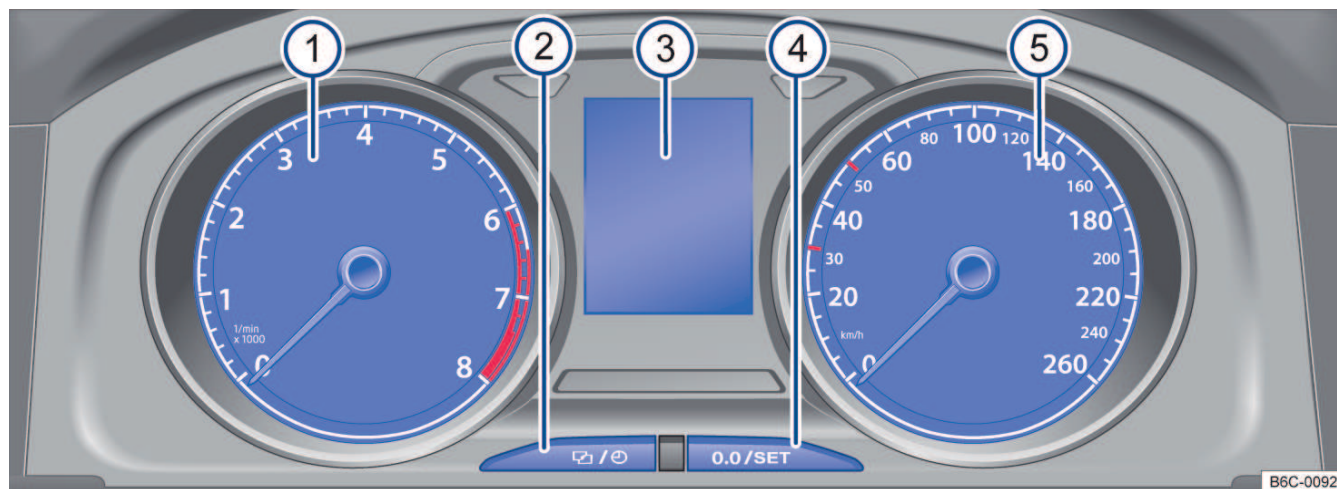
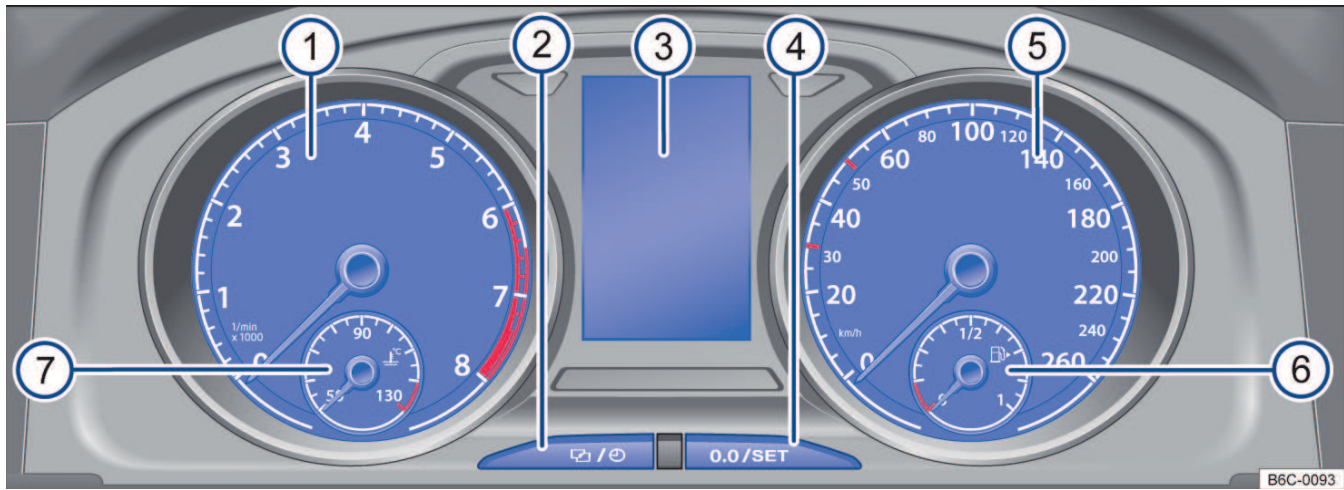

Fig. 9 Instrumento combinado no painel de instrumentos (variante 1). ▶
Fig. 10 Instrumento combinado no painel de instrumentos (variante 2).
Explicações sobre os instrumentos → Fig. 9 e → Fig. 10:
Dependendo da versão do veículo, o indicador do nível de combustível pode estar localizado no visor do display → Fig. 9 ③ ou no velocímetro → Fig. 10 ⑥.
Dependendo da versão do veículo, o indicador de temperatura do líquido de arrefecimento do motor pode estar localizado no visor do display → Fig. 9 ③ ou no tacômetro → Fig. 10 ⑦.